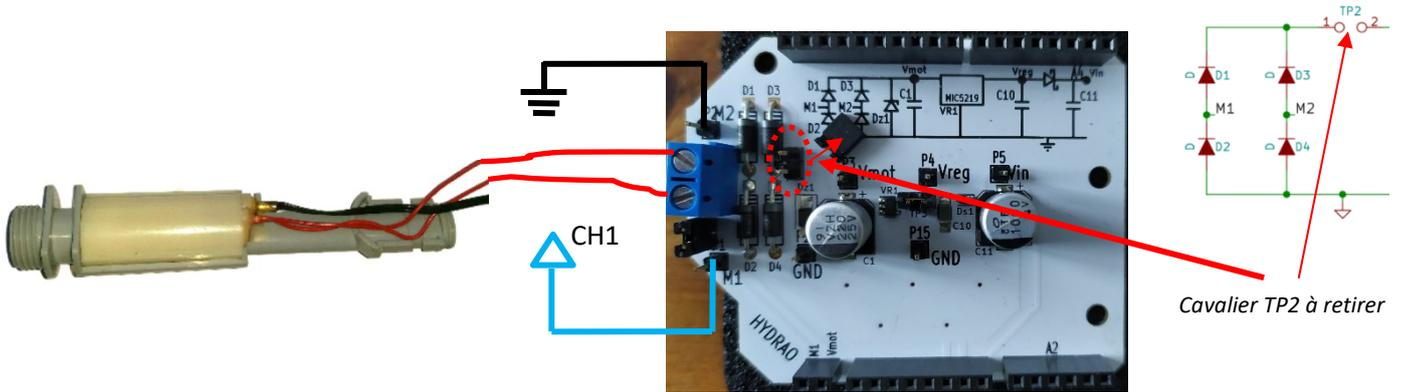

Figure 1 : Mesure de U_{g0} à vide
- Réalisez un relevé à l'oscilloscope de la tension générée entre M1 et M2 à vide notée U_{g0} . Il faut pour cela garder retiré le cavalier TP2 pour déconnecter les composants en aval du Pont. Voir montage en figure 1.